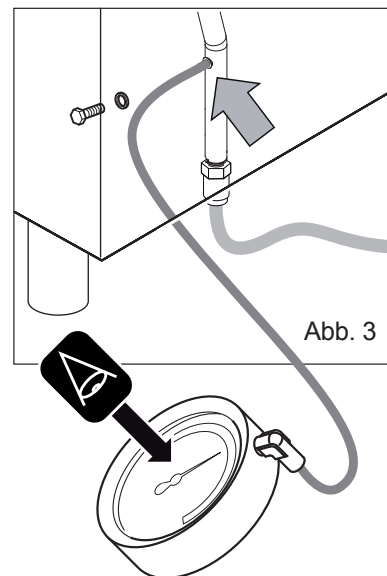

Abb. 3
- Die Schraube am Druckanschluss lösen (Abb. 3);